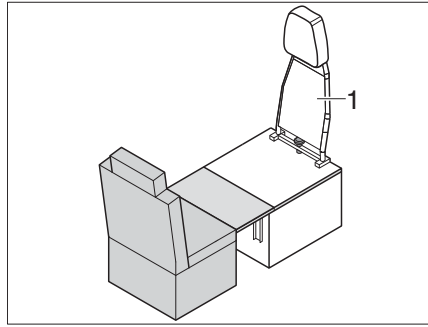

Bild 192 Ombyggnad körning - sovplatser
- Ta bort ryggstödet (Bild 192,1) från enkelsätet (se kapitel 7.17.8).